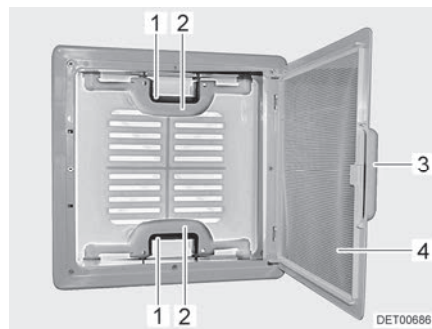

Fig. 50 Oblò a scatto
- Tirare la maniglia (Fig. 50,3).
- Ribaltare la protezione contro gli insetti (Fig. 50,4) verso il basso.
- Premere la chiusura a scatto (Fig. 50,1) verso l'interno dell'oblò. Premere contemporaneamente verso l'alto l'oblò con la maniglia (Fig. 50,2).
- Spingere la protezione contro gli insetti (Fig. 50,4) verso l'alto finché non si innesta.
- Tirare con forza verso il basso le due maniglie (Fig. 50,2) dell'oblò, fino a quando non scattano entrambe le chiusure (Fig. 50,1).